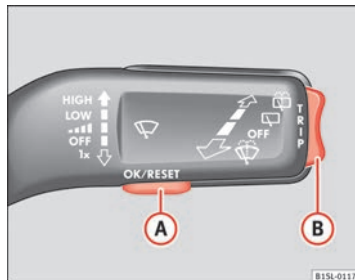

Abb. 11 Scheibenwischerhebel: Taste (A) zum Bestätigen von Anzeigepunkten und Wippe (B) zum Wechseln der Anzeigepunkte.
⑥ **Stelltaste für die Uhr.**
- Gegebenenfalls zur Anzeige der Uhrzeit wechseln, dazu Wippe ⇒ Abb. 11 ⑧ oben oder unten drücken.
- Falls eine Meldung oder das Fahrzeug-Piktogramm angezeigt wird, Taste (OK/RESET) drücken (⇒ Abb. 11 (A)).
- Wippe (B) oben oder unten drücken, bis der gewünschte Anzeigepunkt angezeigt wird.